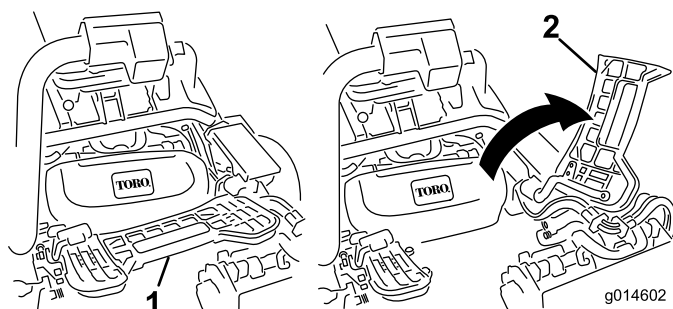

Bild 32
1. Heben Sie die Fußplattform an und schwenken Sie sie in die geöffnete Stellung, um die Stellung des mittleren Mähwerks zugänglich zu machen (Bild 32).